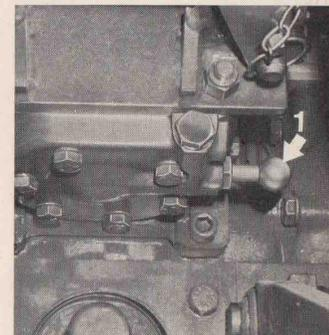

Abb. 62
Ce dispositif est conçu pour actionner les vérins extérieurs à simple effet et il sert donc comme prise de pression supplémentaire. Le maniement du présélecteur (fig. 62 n° 1) est décrit sur la page 32.
- 2) Vérifier que le levier de présélection (fig. 62 n° 1, page 27) n'est pas enfoncé sur la prise de pression extérieure.
- 2) Vérifier que le levier de présélection (fig. 62 n° 1 page 27) n'est pas sur la prise de pression extérieure.